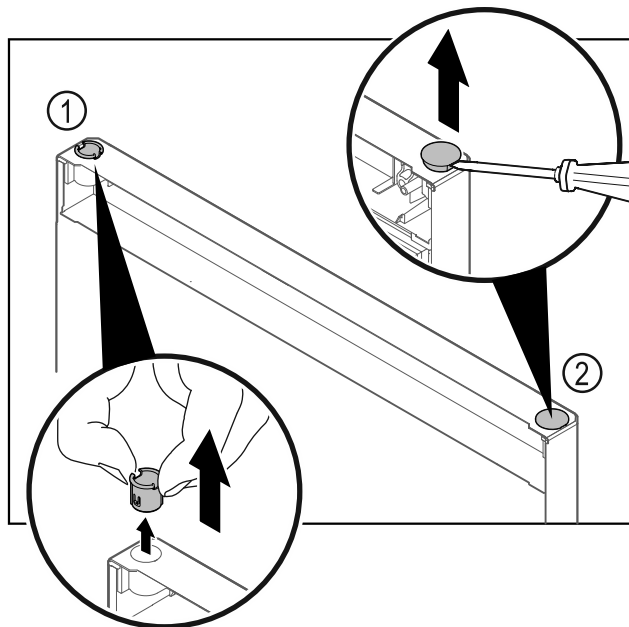

Fig. 22 Дверцята холодильного відділення
- ▶ Витягніть шарнірну втулку Fig. 22 (1) пальцями.
- ▶ За допомогою шліцевої викрутки обережно підніміть заглушку Fig. 22 (2) та витягніть її.